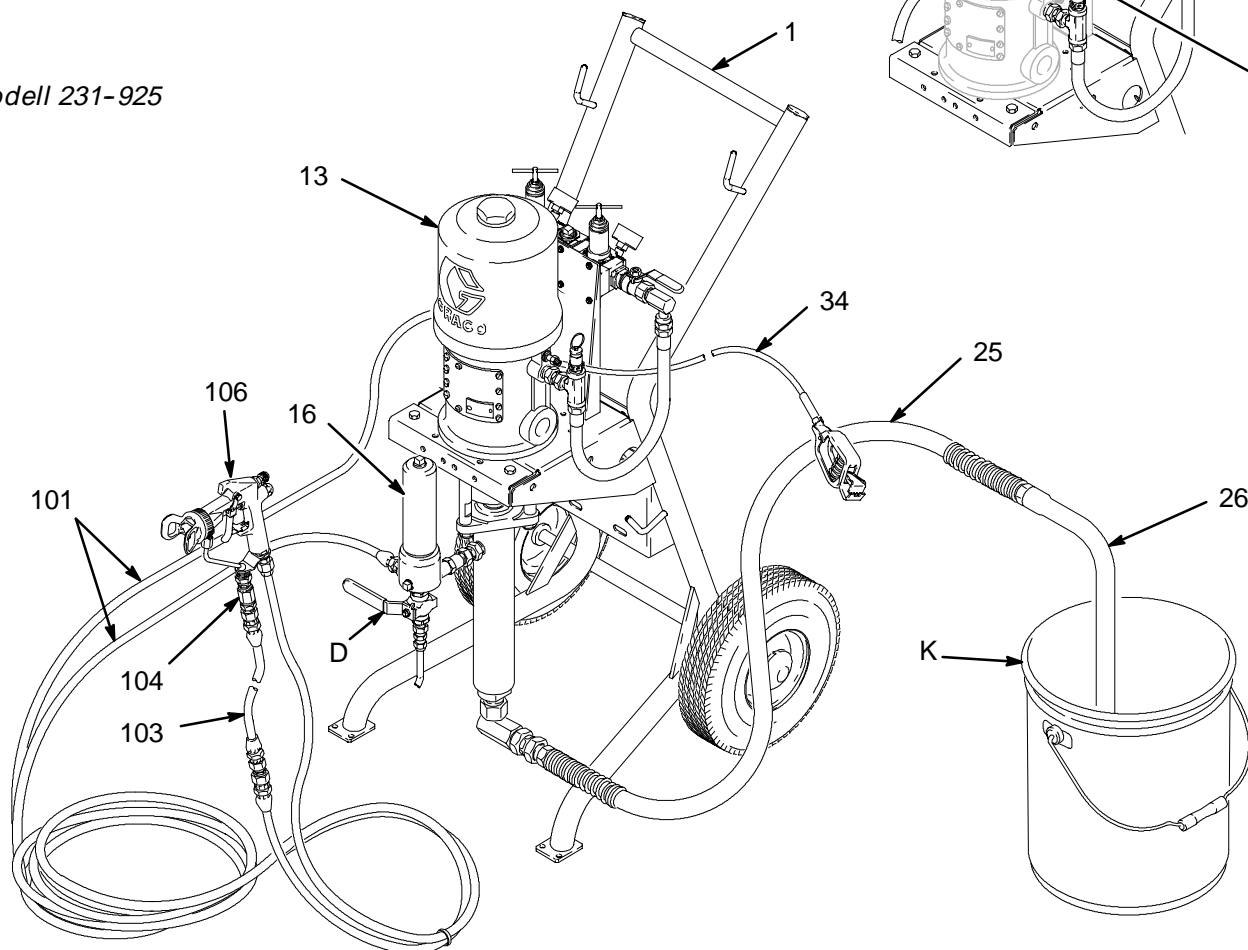

Fig. 2
Fig. 2 är endast en vägledning för val och installation av systemkomponenter och tillbehör. Ta kontakt med er Graco-distributör som kan ge er råd och assistans vid utformning av ett system som passar era specifika behov.
Se Fig. 2. Dra en tryckluftmatning (A) från kompressorn till pumpen. Se till att alla luftslangar är av rätt dimension och har rätt märktryck för ditt system. Använd endast elektriskt ledande slangar. Luftslangen ska vara försedd med 3/8 npsm(m) gänga.
Se Fig. 2.